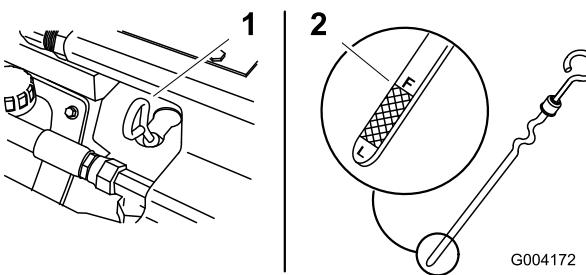

Figure 14
4. Nettoyez la surface autour de la jauge d'huile (Figure 14).
5. Sortez la jauge d'huile et essuyez soigneusement l'extrémité métallique (Figure 14).
6. Enfoncez la jauge complètement dans le tube (Figure 14).